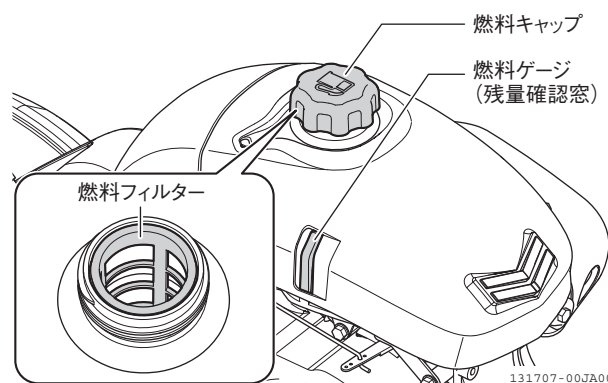

図 4-12 燃料補給
2. 燃料キャップを外し、燃料フィルターにごみが詰まっていないことを点検します。(図 4-12)
3. 燃料タンク横の燃料ゲージで、燃料の残量を点検します。(図 4-12)